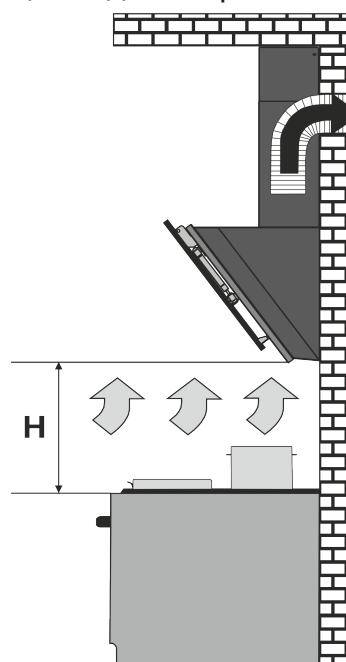

Рис.1
- в режимі відводу повітря в стаціонарний вентиляційну шахту (**димохід**) кухні з використанням гофрованих алюмінієвих повітроводів **Ø120мм - (рис.1)** ;
**1.11 Увага!** Витяжка монтується на стіні над електроплитами на віддалі **650-750мм**, а над газовими плитами на відстані **750-850мм** від робочої поверхні плити (рис.1).
**4.5** При монтажі витяжки на необхідній настановній **висоті Н** над плитою (рис.1) для відводу повітря в вентиляційний канал використовувати повітровід **Ø150/Ø120мм**. Менший діаметр створить додатковий опір повітрю, що призведе до збільшення шуму і вібрації, а також до перегріву двигуна.
- в режимі відводу повітря в димохід кухні (рис.1);
**Нагадуємо, що висота установки витяжки над електроплитами повинна бути не менше 650мм, а над газовими – не менше 750мм (рис.1).**